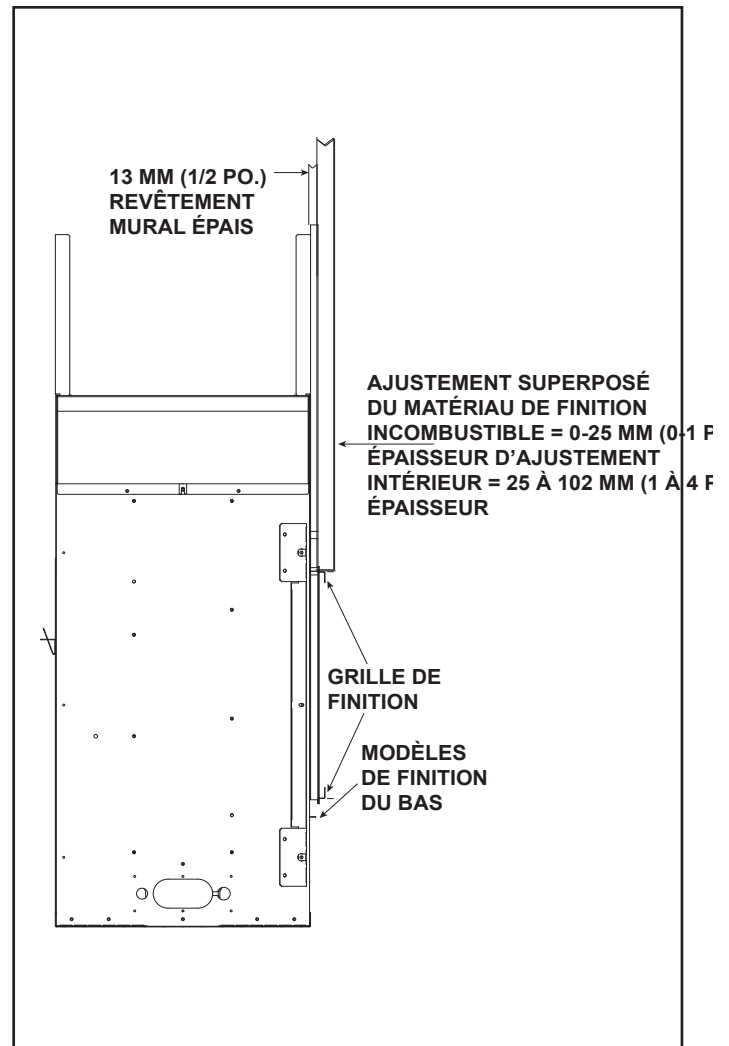

Figure 10.2 Finition et matériaux de revêtement - modèles à un côté
L'épaisseur du matériau de revêtement décoratif est mesurée à partir de la façade du panneau incombustible installé. Voir les figures 10.2 et 10.3.
Les façades pour cet appareil sont compatibles avec des matériaux incombustibles. Voir les Figures 10.2 et 10.3.
L'installation des matériaux de finition finale peut s'effectuer soit par la méthode d'ajustement « superposé » ou « d'ajustement intérieur », selon le type de devanture décorative à être installée. Voir les figures 10.2 et 10.3. L'ajustement superposé des devantures décoratives inclut Quattro et Loft Forge. La façade Clean Face Trim (CFT) peut être d'ajustement intérieur ou superposé. Voir le tableau 1.
1. Retirez le bas du modèle de finition du panneau d'accès inférieur. Vérifiez que les protections de finition installées en usine sont bien en place pour assurer que les matériaux de finition n'atteignent pas l'ouverture du foyer. Voir les figures 10.2 et 10.3.
- Retirez le bas du modèle de finition du panneau d'accès inférieur. Vérifiez que les protections de finition installées en usine sont bien en place pour assurer que les matériaux de finition n'atteignent pas l'ouverture du foyer. Voir les figures 10.2 et 10.3.